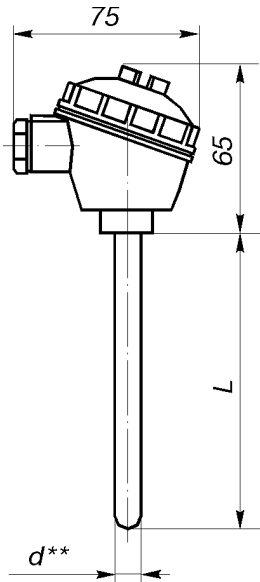

Рис. 13.
(ост.см.рис.13)
** Диаметр защитной арматуры d, мм (для рис. 13, 14, 15)
- 13*, 16** по рис.13